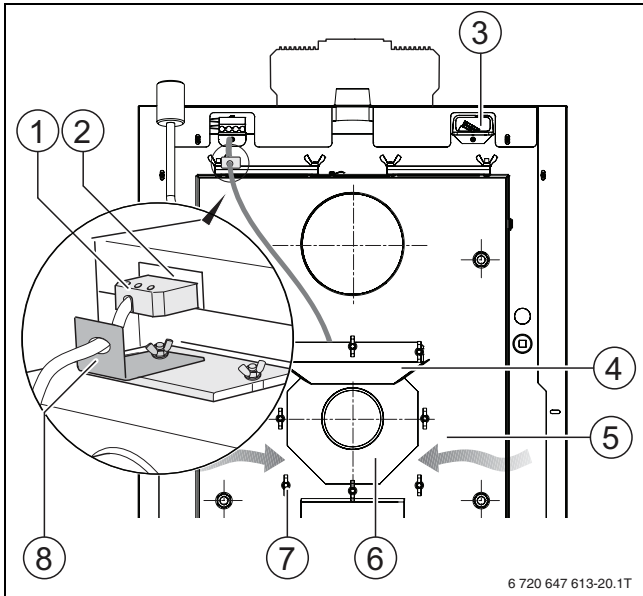

Fig. 23 Instalarea suflantei pentru gaze arse
Suflanta pentru gaze arse (→ Fig. 23, [6], pagina 24) se află în partea din spate a cazanului pe peretele din spate al colectorului de gaze arse (→ Fig. 23, [5], pagina 24) și este fixată cu piulițe fluturo (→ Fig. 23, [7], pagina 24).
- ▶ Scoateți ștecărul de racordare al suflantei (→ Fig. 23, [2], pagina 24) din soclu (→ Fig. 23, [1], pagina 24).
- ▶ Desprindeți suportul de cablu (→ Fig. 23, [8]) la nivelul orificiului de verificare.
- ▶ Desfaceți piulițele fluture (→ Fig. 23, [7]) și tabla de protecție (→ Fig. 23, [4]).